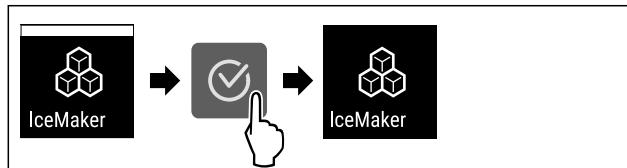

Fig. 21
- Изпълнете стъпките (вж Fig. 21).